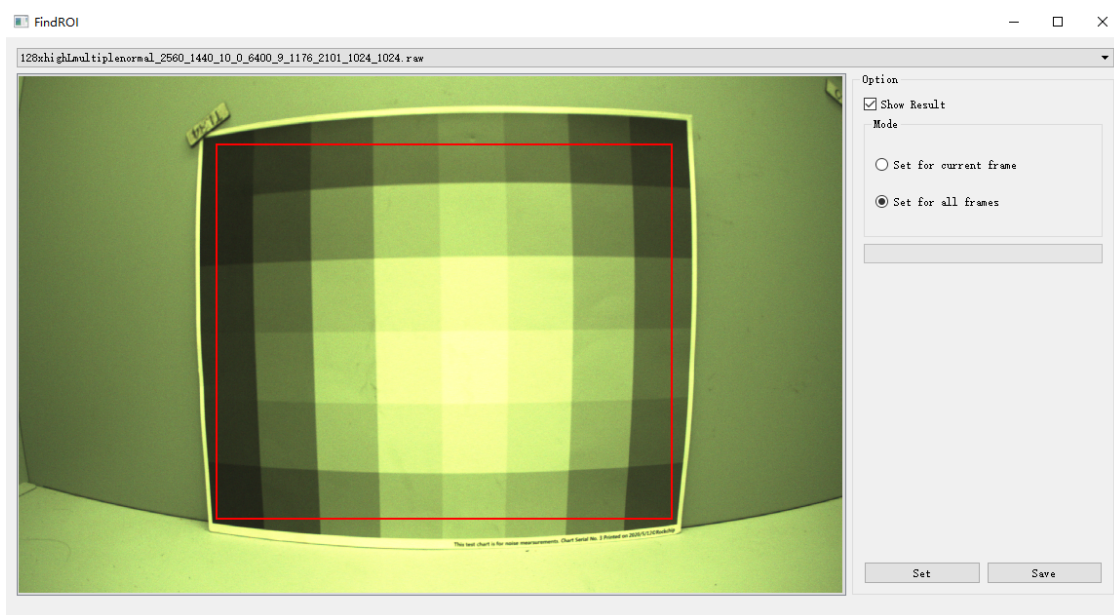

图4-6-2-1
3. 点击Find ROI 框出渐变卡的位置，如图4-6-2-1所示，要保证矩形框要在色块内；